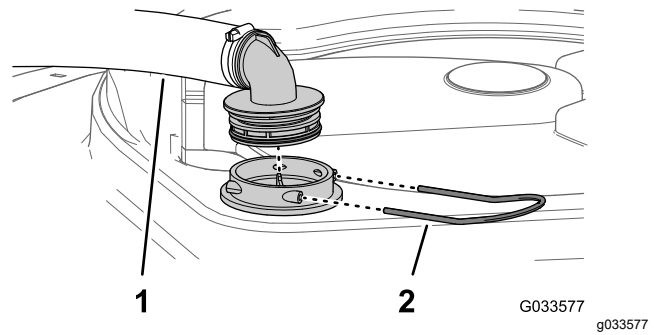

Figure 94
3. Retirez le flexible et le raccord du logement du filtre (Figure 94).
2. Au sommet de la cuve du pulvérisateur, retirez l'étrier qui fixe le raccord de flexible sur le grand flexible et le logement du filtre (Figure 94).